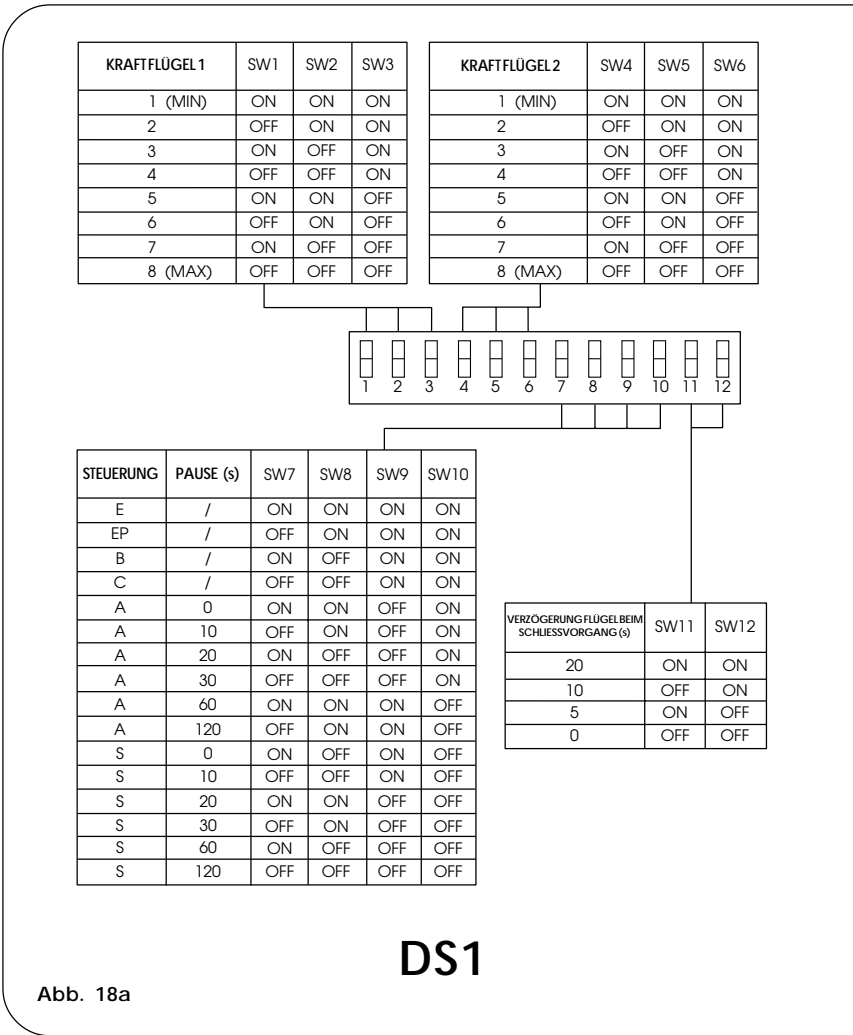
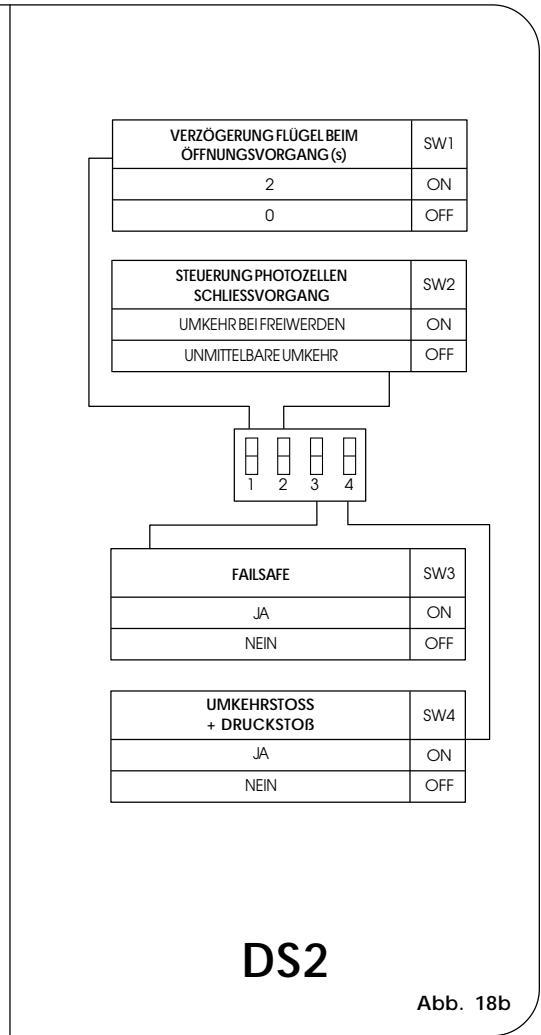

Abb. 18a
Abb. 18b
Das Gerät ist mit zwei Gruppen von Mikroschaltern ausgestattet: DS1 (Abb. 18a) und DS2 (Abb. 18b). Diese ermöglichen die Programmierung der Betriebsparameter des Tors.
5.1. MIKROSCHALTER DS1 (Abb. 18a)
5.2. MIKROSCHALTER DS2 (Abb. 18b)